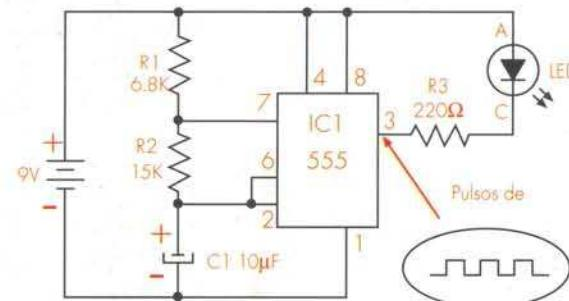

Figura 1. Diagrama esquemático
- 1• Arme en el protoboard el circuito que aparece en el diagrama esquemático (figura 1). Puede usar como guía el diagrama pictórico. Recuerde que puede montar los componentes en cualquier orden, a excepción de la batería, la cual debe conectarse de último. Revise la orientación del circuito integrado de tal modo que no quede invertido.